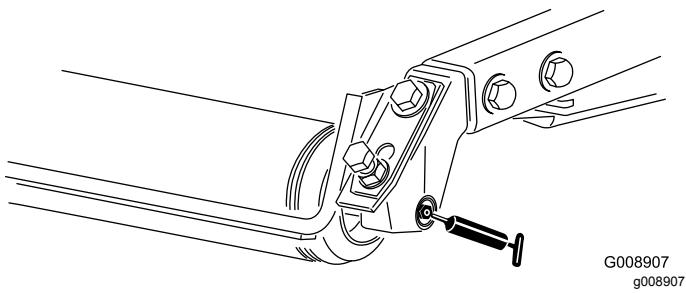

Figura 55
- Cojinetes de los rodillos traseros (2 por unidad de corte)—Figura 55